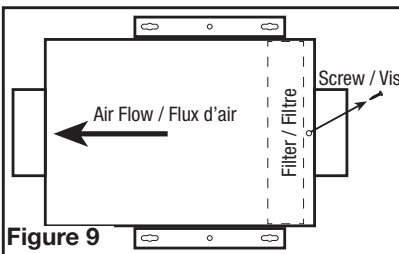

Figure 9
2. Ensure the filter is facing the correct way and slide the filter into the slot in the housing. Make sure the filter is seated all the way to the bottom of the housing (**Figure 9**).
2. Assurez-vous que le filtre est orienté dans le bon sens et faites glisser le filtre dans la fente du boîtier. Assurez-vous que le filtre est bien en place jusqu'au fond du boîtier (**Figure 9**).